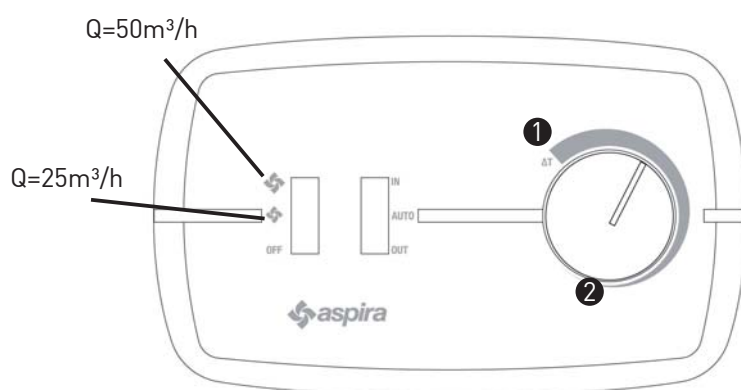

Fig. 14
Se per esempio in inverno la temperatura esterna è -15°C e quindi la differenza di temperatura ΔT fra interno ed esterno è elevata, ruotare la manopola fino alla posizione (1). Contrariamente in una giornata primaverile, dove la differenza di temperatura ΔT è minima o prossima allo zero, ruotare la manopola in posizione (2) (fig.14).